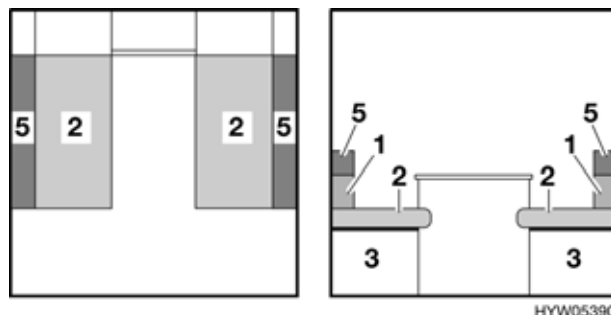

Fig. 99 Prima della trasformazione
- Sfilare il cuscino aggiuntivo (Fig. 99,5) dal cuscino dello schienale (Fig. 99,1). Il cuscino aggiuntivo è fissato a quello dello schienale tramite un nastro in velcro e può essere staccato con facilità.